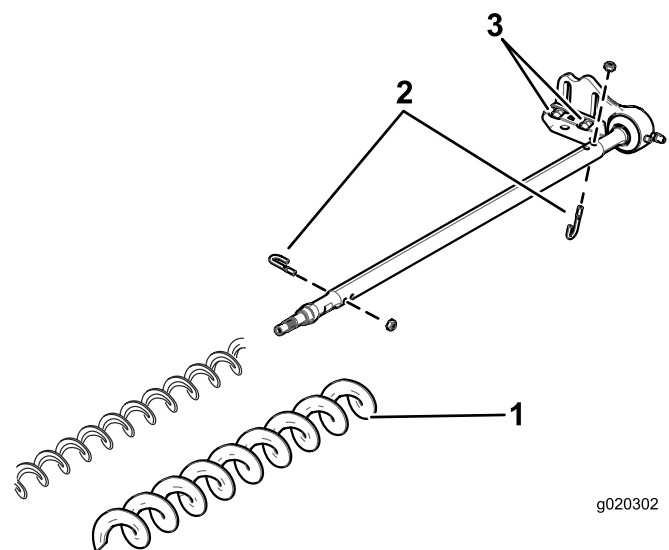

Figura 20
3. Retire los 2 pernos en J y tuercas (**Figura 20**).
4. Retire el cepillo existente del eje del cepillo (**Figura 20**).
5. Afloje los 2 pernos, arandelas y tuercas que sujetan el alojamiento del cojinete del motor al soporte de montaje del alojamiento del cojinete (**Figura 20**).
6. Deslice el cepillo de altura de corte alta sobre el eje del cepillo (**Figura 20**).
7. Sujete el cepillo en el eje con los 2 pernos en J y tuercas que se retiraron anteriormente (**Figura 20**).